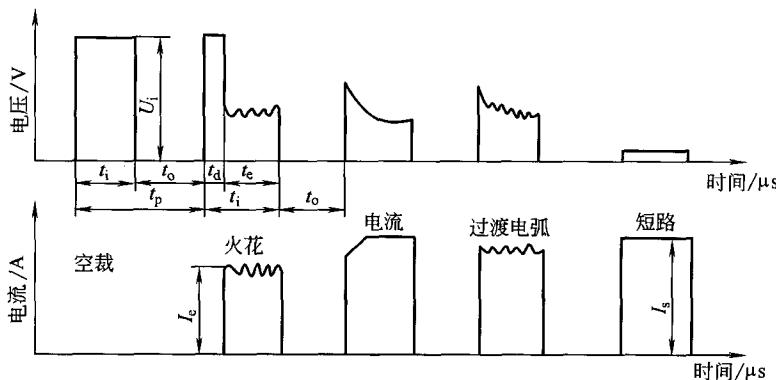

图 1-5 脉冲参数与脉冲电压、电流波形
(3) 脉冲电源 它给放电间隙提供一定能量的电脉冲，是电火花加工时的能量来源，常简称电源。
(4) 伺服进给系统 是指工具电极伺服进给、自动调节，使工具电极和工件在加工过程中保持一定的平均端面放电间隙。
(5) 工作液介质 电火花加工时，工具电极和工件间的放电间隙必须浸在有一定绝缘性能的液体介质中，此液体介质即称工作液介质或简称工作液。
(6) 电蚀产物 是指电火花加工过程中被电火花蚀除下来的产物。狭义而言，指工具电极和工件表面被蚀除下来的金属微粒小屑和煤油等工作液在高温下分解出来的炭黑，也称为加工屑。广义而言，电蚀产物还包括煤油在高温下分解出来的气体氢、甲烷等小气泡。
(7) 电规准、电参数 主要指电火花加工时选用的电加工用量、电加工参数，有脉冲宽度 t_i 、放电时间 t_e 、脉冲间隔 t_o 、峰值电压 U_i 。峰值电流 I_e 等脉冲参数，这些脉冲参数在每次加工时必须事先选定。
(8) 脉冲宽度 t_i 它是加到工具和工件上放电间隙两端的电压脉冲的持续时间（见图 1-5）简称脉宽。
(9) 脉冲间隔 t_o 它是两个电压脉冲之间的间隔时间（见图 1-5）简称脉间或间隔，也称脉冲停歇时间。
(10) 放电时间 t_e 它是工作液介质击穿后放电间隙中流过放电电流的时间，即电流脉宽，它比电压脉宽稍小，差一击穿延时 t_d （见图 1-5）。
(11) 击穿延时 t_d 从间隙两端加上脉冲电压后，一般均要经过一小段延续时间 t_d ，工作液介质才能概率性地被击穿放电，此时间称击穿延时（见图 1-5）。
(12) 脉冲周期 t_p 指一个电压脉冲开始到下一个电压脉冲开始之间的时间称脉冲周期，显然 $t_p = t_i + t_o$ （见图 1-5）。
(13) 脉冲频率 f_p 指单位时间内电源发出的脉冲个数。显然，它与脉冲周期 t_p 互为倒数，即
(14) 开路电压 U_i 是指间隙开路时电极间的最高电压，等于电源的直流电压，又称空载电压或峰值电压。
(15) 火花维持电压 是指每次火花击穿后，在放电间隙上火花放电时的维持电压，一般在 25V 左右，但它实际是一个高频振荡的电压（见图 1-5）。
(16) 加工电压 U 是指加工时电压表上指示的放电间隙两端的平均电压，它是多个开路电压、火花放电维持电压、短路和脉冲间隔等零电压的平均值，又称间隙平均电压。
(17) 加工电流 I 是指加工时电流表上指示的流过放电间隙的平均电流。
(18) 短路电流 I_s 是指放电间隙短路时电流表上指示的平均电流（因为短路时还有停歇时间内无电流）。
(19) 峰值电流 I_e 是指间隙火花放电时脉冲电流的最大值（瞬时），虽然峰值电流不易直接测量，但它是实际影响生产率、表面粗糙度等指标的重要参数（见图 1-5）。
(20) 正、负极性加工 是指加工时以工件为准，工件接脉冲电源正极（高电位端），称正极性加工，反之，加工件接电源负极（低电位端），则称负极性加工。
(21) 放电状态 是指电火花加工时放电间隙内每一脉冲放电时的基本状态。一般分为五种放电状态和脉冲类型（见图 1-5）。